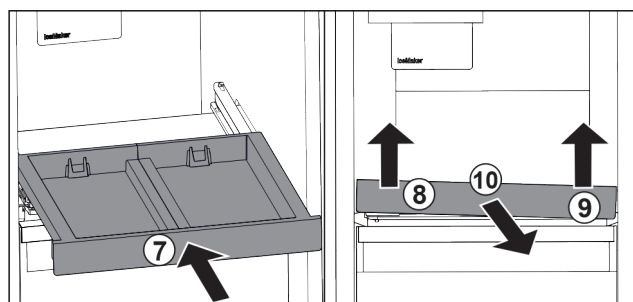

Fig. 27
- ▶ Zasuňte vysouvací přihrádku. Fig. 27 (7)
- ▶ Vysouvací přihrádku vpředu vlevo nadzvedněte. Fig. 27 (8)
- ▶ Vysouvací přihrádku vpředu vpravo nadzvedněte. Fig. 27 (9)
- ▶ Odeberte vysouvací přihrádku směrem dopředu. Fig. 27 (10)